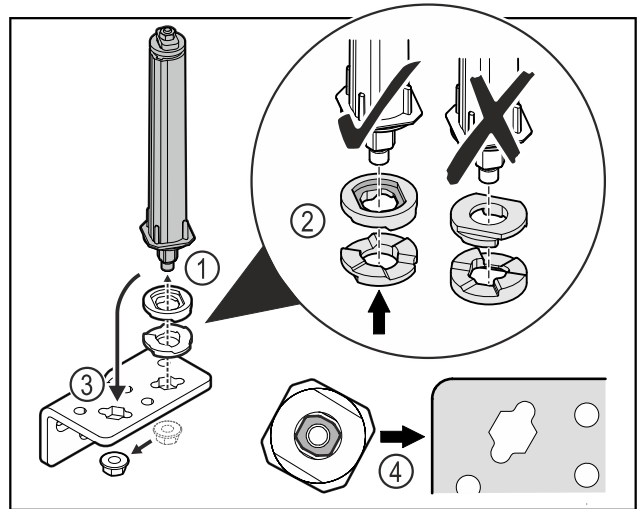

Fig. 35
- ▶ Mutter lösen und Türschließsystem entfernen Fig. 35 (1).
- ▶ Auf die korrekte Ausrichtung der Höhenverstell scheiben achten Fig. 35 (2).
- ▶ Türschließsystem im Scharnierwinkel umsetzen und mit der Mutter fixieren Fig. 35 (3).
- ▶ Beim Einsetzen auf die korrekte Ausrichtung des Türschließsystems achten Fig. 35 (4).